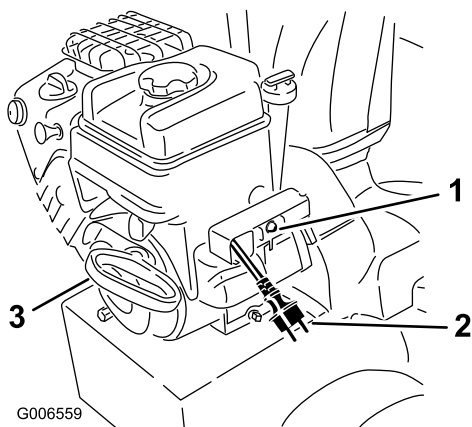

Bild 24
7. Lassen Sie die Schneefräse mit dem Rücklaufstarter oder dem Elektrostarter an (Bild 24).